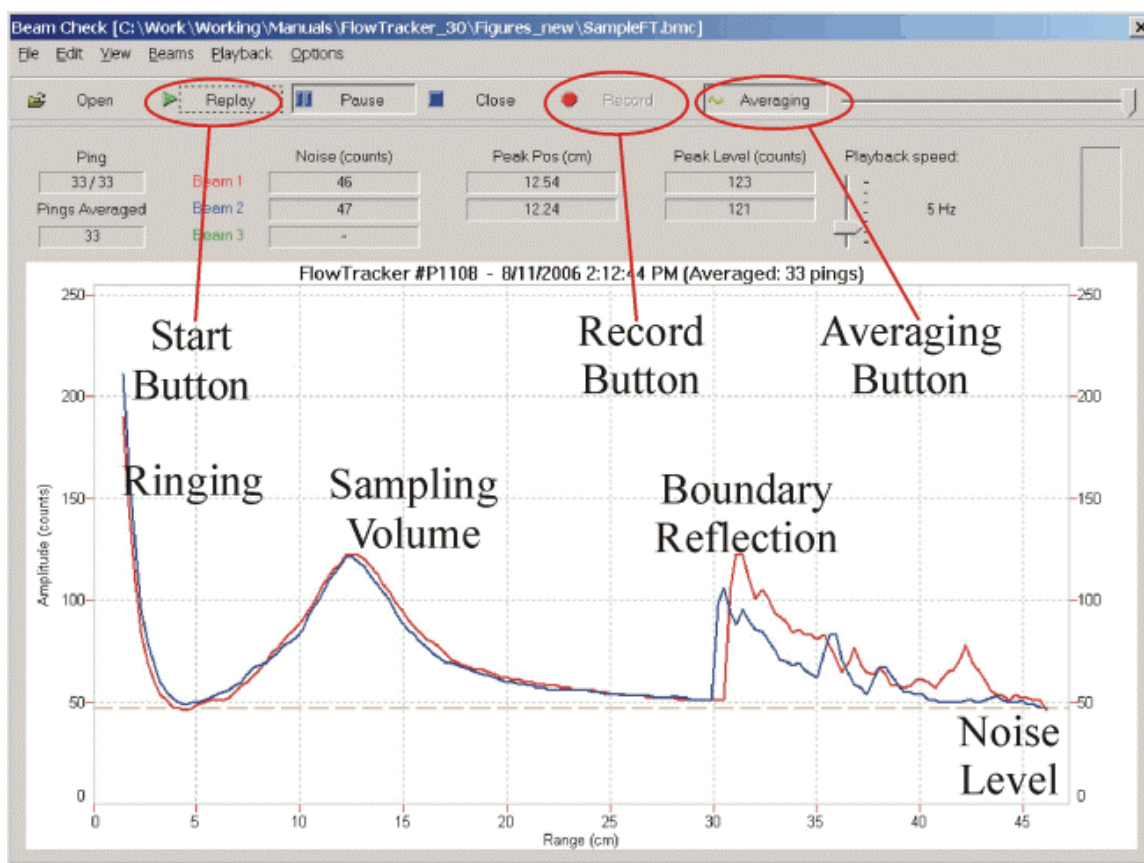

Fig. 11 – Schermo di output del BeamCheck di una misura
BeamCheck (Fig. 11) è un programma di diagnosi per la prova di funzionamento del FlowTracker. Si tratta di uno strumento potente per l'analisi di funzionamento del sistema, che viene usato anche nello stabilimento SonTek. Si raccomanda di familiarizzarsi con il software e di usarlo regolarmente.
- Fig. 11 mostra lo schermo di output di una misura.
Durante il *BeamCheck*, il FlowTracker trasmette un impulso sonoro e da come output l'intensità del segnale ricevuto per ogni ricevitore in funzione del tempo. Mediante le funzioni di analisi, vengono verificati i diversi aspetti di funzionamento dello strumento in base al profilo di intensità del segnale (Fig. 11).
- Ciascuno degli elementi sopra descritti deve essere visibile (Fig. 11).